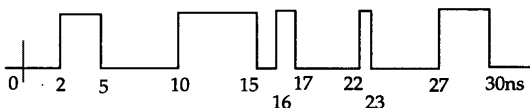

图11-11 波形
2. 编写一个产生图 11-11 所示波形的 Verilog HDL 模型。